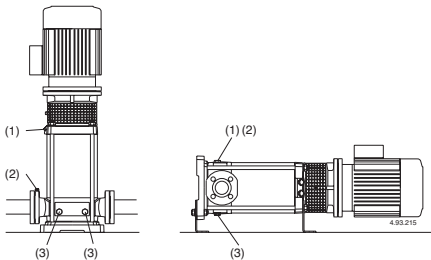

Fig.4 (1) Vullen ontluichtingsplug
Wanneer de pomp boven het vloeistofniveau geplaatst is (zuigsituatie, **fig. 3A**) of in een situatie waar de toeloopdruk te laag is (minder dan 1 m) om de terugslagklep te openen, vul de zuigleiding en de pomp door de vulopening (**fig. 4**).
Sluit de ontluftungvoor (fig. 4) voor MXV-B, MXV(L) 25-32-40 en MXV(L)4 25-32-40 Sluit de naaldschroef (14.07) in de aftapplug (14.12) (fig. 4b) en sluit de ontluftung (14.04).
Wanneer zuigverliezen optreden (onderbreken van flow ondanks geopende afsluiters) of drukschommelingen weergegeven of de manometers, controleer of alle leidingverbindingen luchtdicht zijn en controleer of de naaldschroef van de ontluftung gesloten is (fig. 4).
Of, na het legen, reinigen door schoon water (minimaal 40 liter) in het vulgat (1) te gieten aan de afvoerkant en het weer uit het afvoergat (3) aan de aspiratiekant (**fig. 4**) te laten lopen.
Voor demontage, koppel de voedingskabel van het aansluitkastje, sluit de kleppen in de zuig- en persleidingen en ledig het pomphuis (fig. 4)